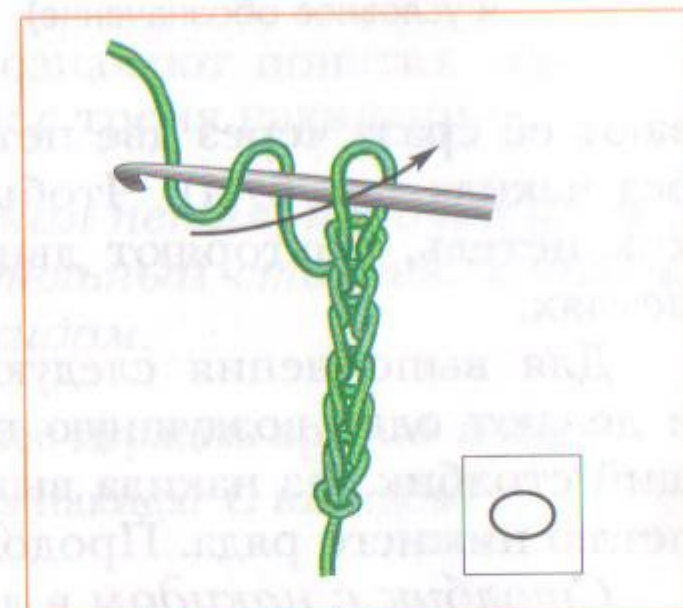

Рис. 111 Вывязывание цепочки воздушных петель (изображение и условное обозначение)
**Цепочка из воздушных петель.** После вывязывания первой воздушной петли действия повторяют, пока не получится цепочка из воздушных петель нужной длины. Чтобы сосчитать количество вывязанных воздушных петель, цепочку поворачивают к себе лицевой стороной, следя, чтобы она не перекрутилась (рис. 111). Начальная петля и петля, лежащая на крючке (она называется **рабочей петлёй**), в подсчёт не включаются. На схемах по вязанию петли обозначают различными значками. Например, в нижнем правом углу рисунка 111 вы видите условное обозначение воздушной петли.